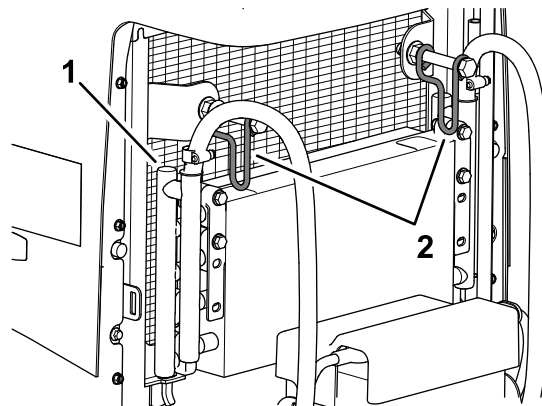

Рисунок 110
7. Поверните 2 защелки маслоохладителя внутрь и отклоните маслоохладитель (Рисунок 110).